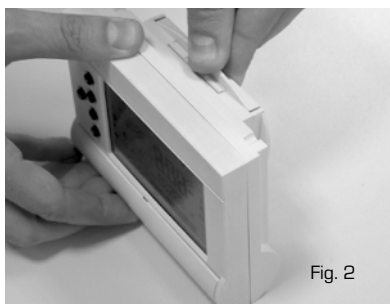

Fig. 2
- 2) Desconecte el adaptador del mando remoto a distancia, haciendo fuerza con los dedos sobre la respectiva "luneta soporte" (fig. 2).